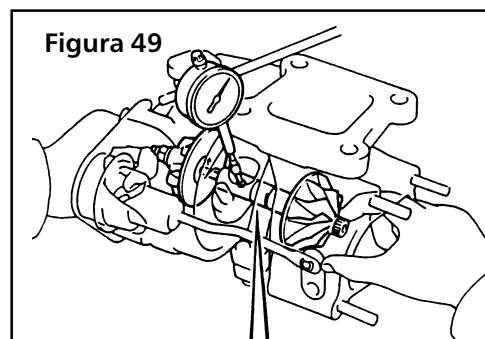

Figura 49
- e) Controlar el juego radial del eje del turbo. (figura 49)